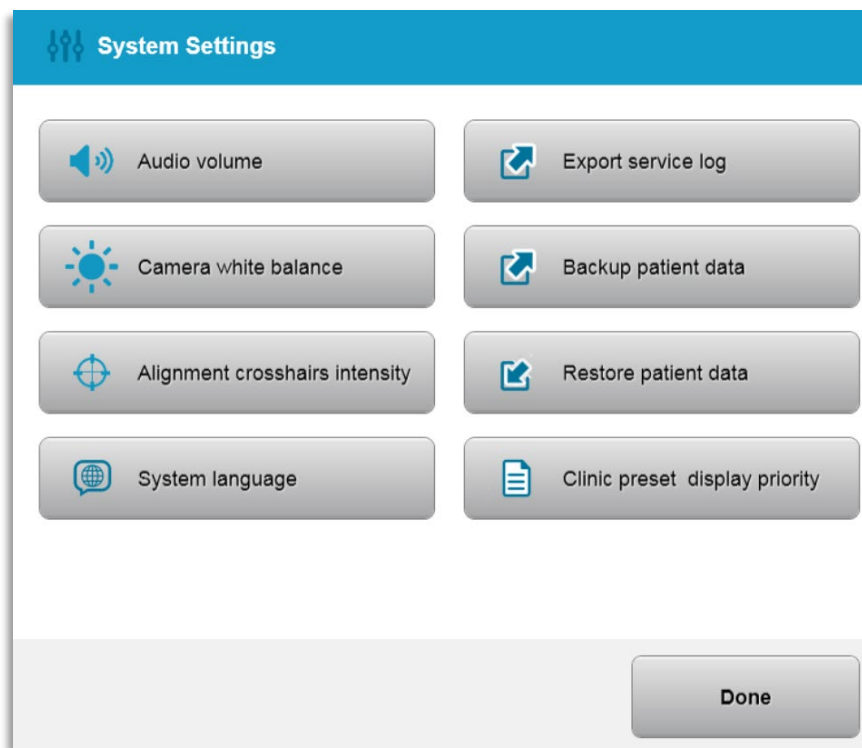

Bild 3-52. Menyn "Systeminställningar" (System Settings)
- Välj "Systeminställningar" (System Settings) från menyn "Alternativ" (Options) för att öppna systeminställningarna, som visas på bild 3-52.